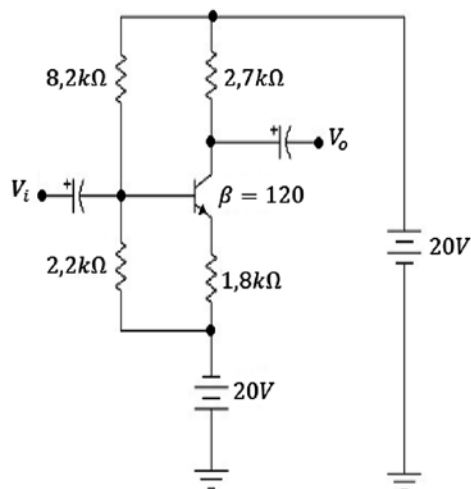

Figura 4.53 Ejercicio de aplicación. Fuente: Elaboración propia
i) En el circuito de la figura 4.53, se pide hallar V_C , V_B .